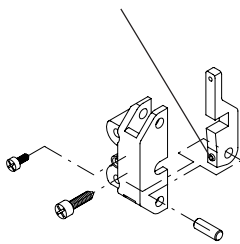

Fig.14
- Premontare il supporto S1 (fig. 14).
- Assemble the support S1 (fig. 14).
- Die Stütze S1 zusammensetzen (Bild 14).
- **Prémonter le support S1 (fig. 14).**